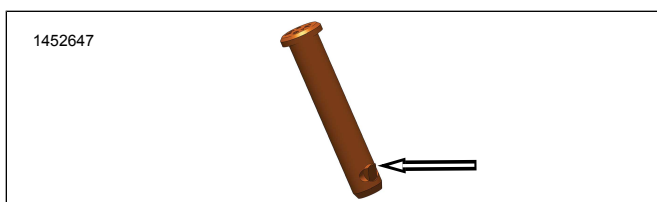

Figura 2. Linguetta di blocco del perno a testa piana
1. Rimuovere il perno a testa piana della pedalina poggiapiedi del pilota (A).
- a. Figura 2 Individuare la linguetta di blocco.